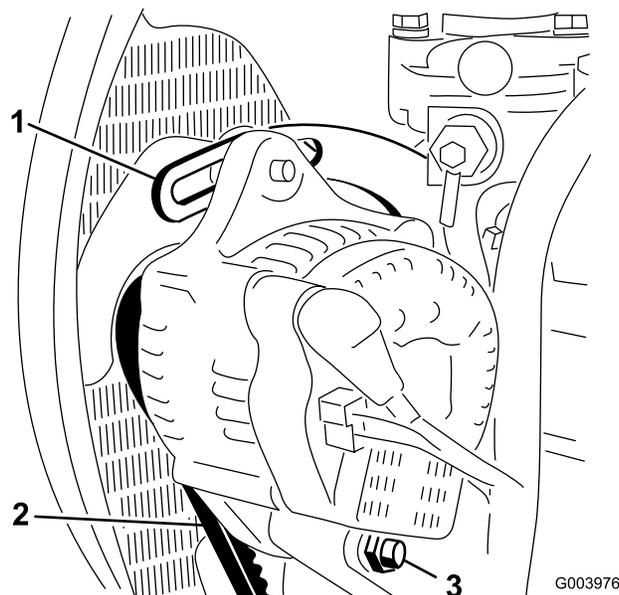

図 67
2. オルタネータ側プーリとクランクシャフト側プーリ間の中央部でオルタネータベルト(図 67)を指で10kg程度の力で押してベルトの張りを点検する。
3. ブレースをエンジンに固定しているボルト(図 67)と、オルタネータをブレースとピボットボルトに固定しているボルトをゆるめる。